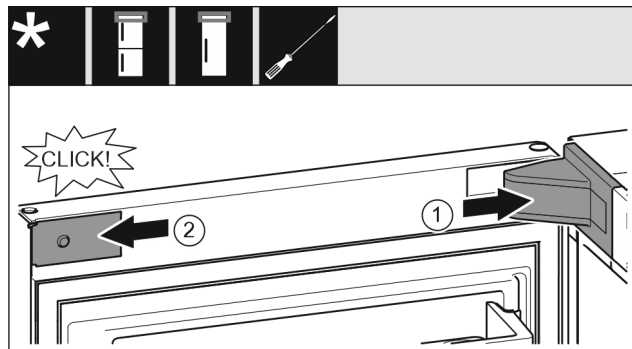

Fig. 25
- ▶ Applicare e innestare la copertura del blocco di supporto Fig. 25 (1), eventualmente staccarle l'una dall'altra con cautela.
- ▶ Applicare la maschera Fig. 25 (2) sui lati e innestarla.